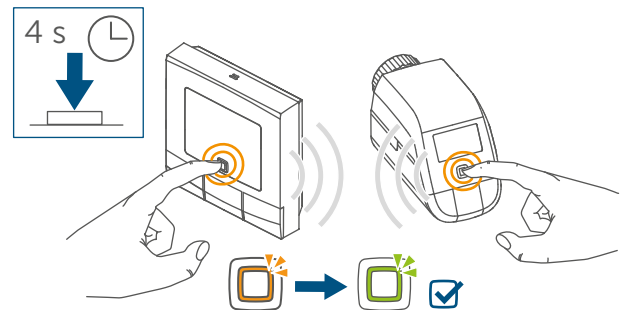

Figure 5
- Appuyez au moins 4 secondes sur la touche système (C) pour activer le mode d'apprentissage. La LED de l'appareil (C) se met à clignoter en orange (voir Figure 5) Le mode d'apprentissage est actif pendant 3 minutes.